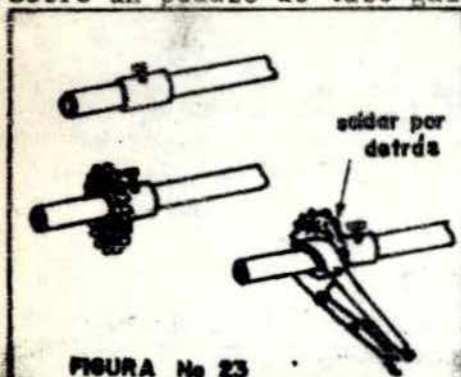

FIGURA No 23
- Coloque cordón de soldadura por la parte interna. (Ver figura No.23).